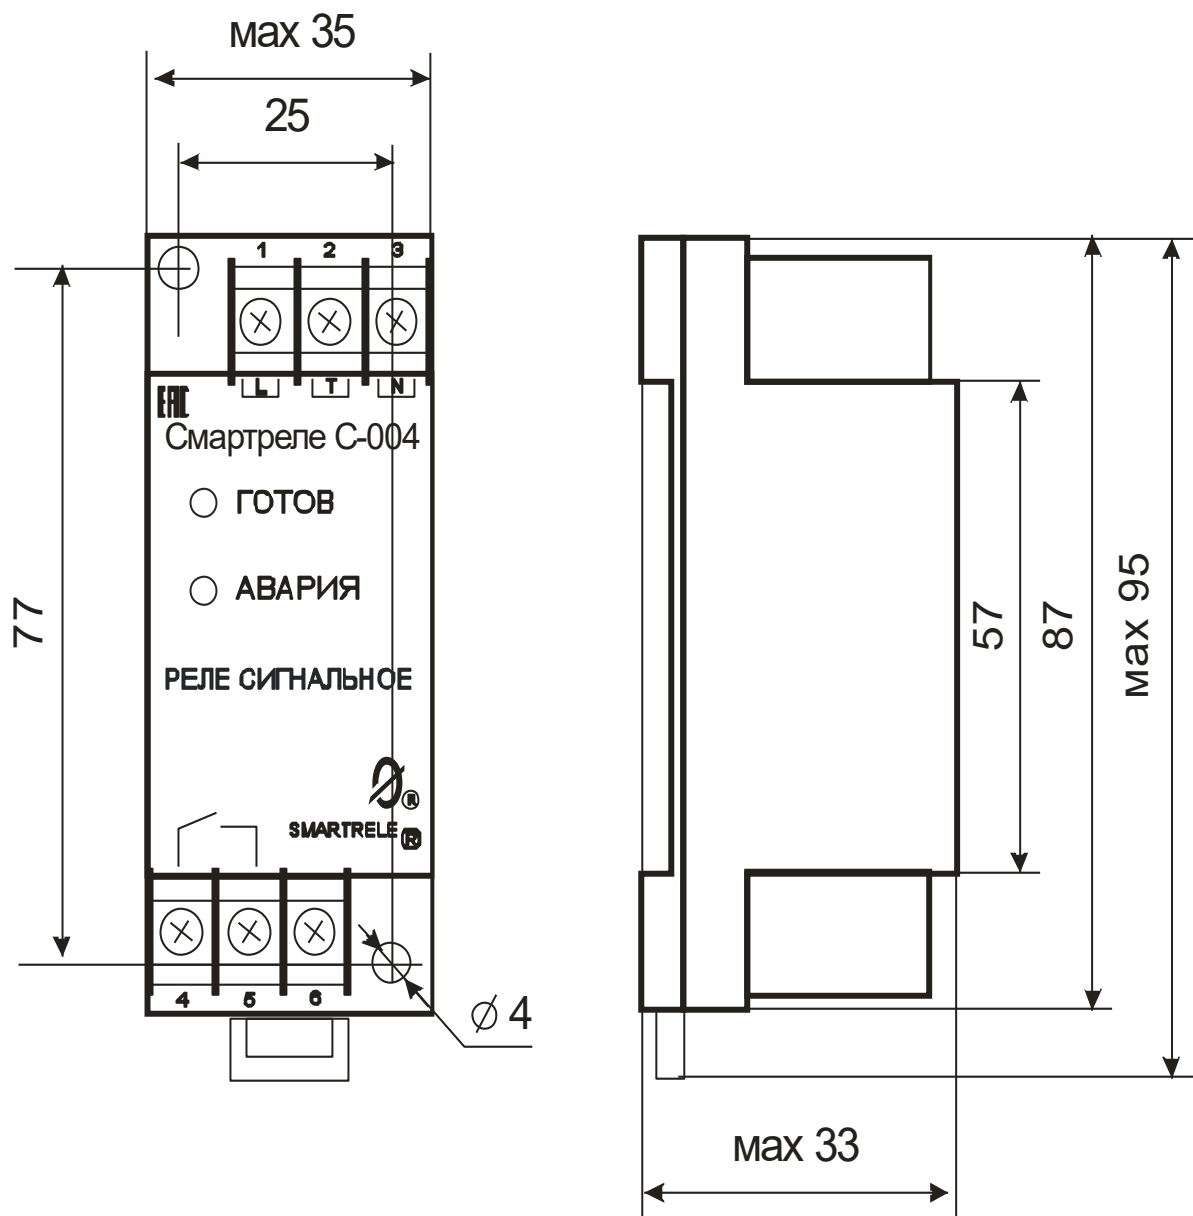

Рисунок 1 – внешний вид, габаритные и установочные размеры СМАРТРЕЛЕ С-004
4.1 Общий вид, габаритные и установочные размеры реле показаны на рис.1.